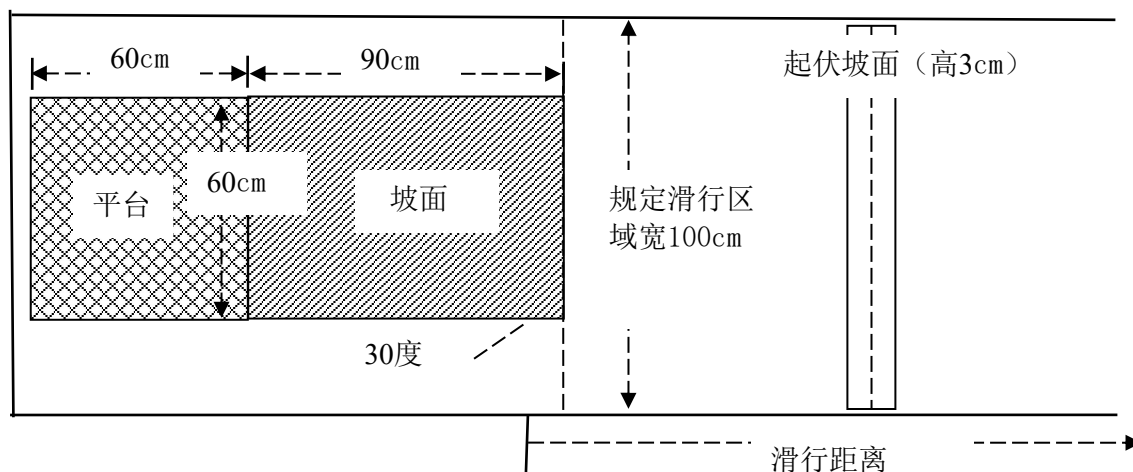
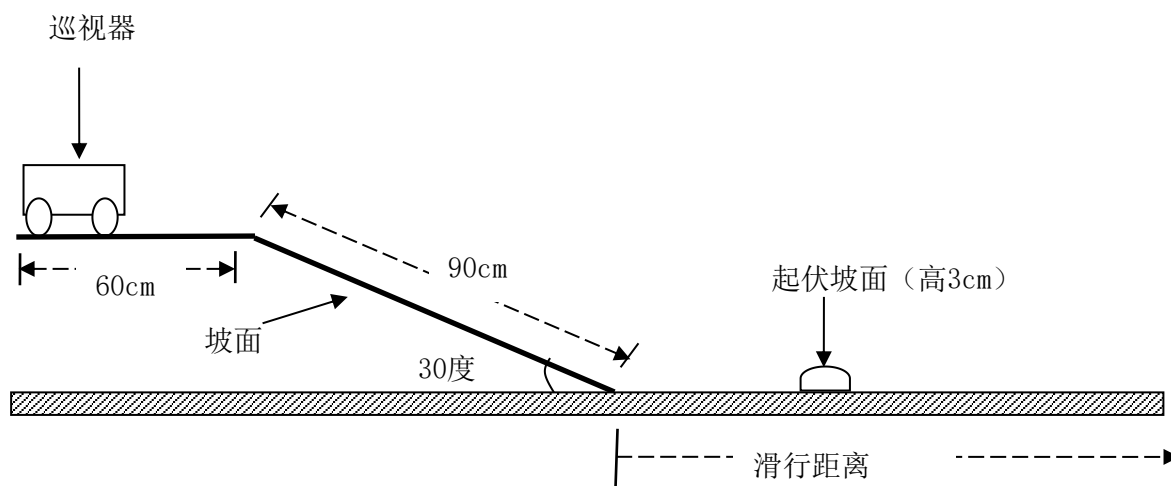

图1 滑行区域俯视图
图2 滑行区域侧视图
3.小学低年级组和高年级组队员在车辆测试场地内(如图1、图2所示)先使用红外线遥控装置发出启动信号，车辆接受启动信号后从60cm的平台起点出发行驶至斜坡起点，再从长90cm、坡度为 30° 斜坡上静态释放，沿坡面在规定滑行区域内向前滑行，途中会经过一个高度 $\leq 3\text{cm}$ 的弧形起伏坡面，在车辆主体结构未严重损毁的前提下，保证车辆在规定区域内向前行进。